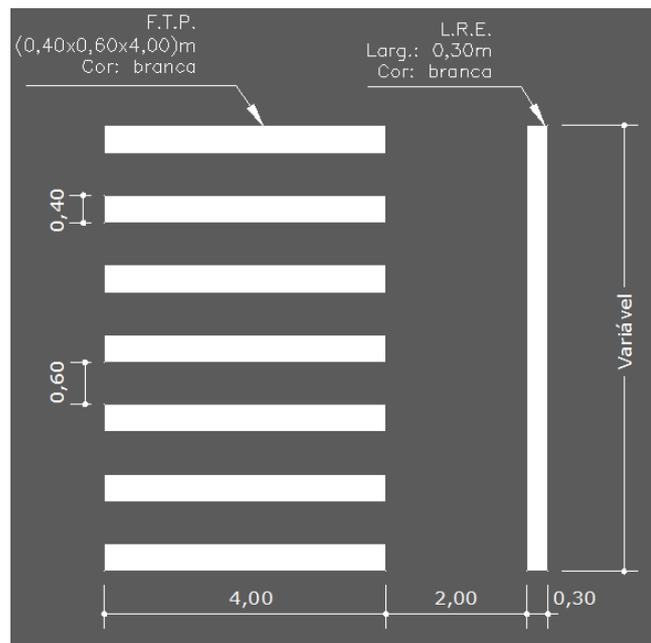

Figura 05 – Faixa de Travessia de Pedestre.
- Cor = branca. Ver Figura 05.